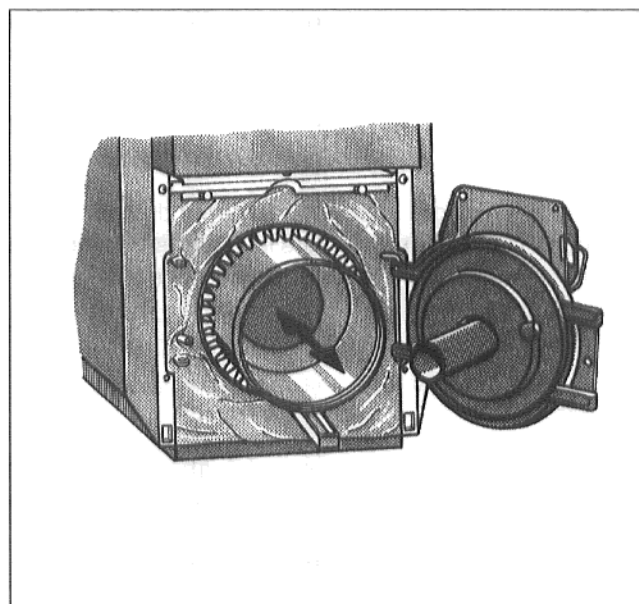

Fig. 29
- Reposer le pot à flamme en posant la barre des étriers de maintien dans les encoches situées sur la surface de chauffe. (Fig. 29).
- Ouvrir la porte brûleur et retirer le pot de combustion de la chambre de combustion (Fig.29)
- Retirer le pot de combustion de la chambre de combustion (Fig. 29)